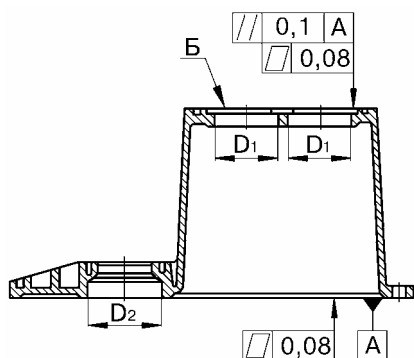

Рис.7. Картер коробки передач.
4.2.2 Картер 2108/21093/2110-1701015 коробки передач, рис.7.